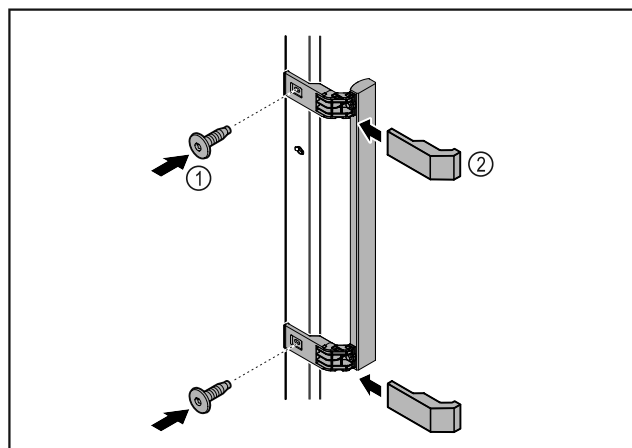

Fig. 9
- ▶ Pritvirtinkite rankeną iš priedų pridedamais varžtais Fig. 9 (1) prie durų.
- ▶ Uždėkite dengiamąjį plokštelę Fig. 9 (2).